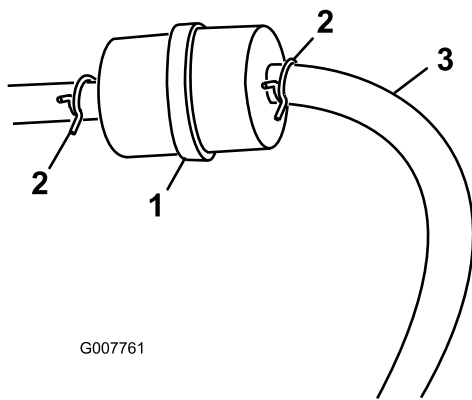

Figura 26
3. Apriete los extremos de las abrazaderas y deslícelas por el tubo alejándolas del filtro (Figura 26).
5. Instale un filtro nuevo y acerque las abrazaderas al filtro (Figura 26).
3. Afloje la abrazadera cerca del filtro de combustible y deslícela por el tubo, alejándola del filtro de combustible (Figura 26).
4. Desconecte el tubo de combustible del filtro de combustible (Figura 26).
**Nota:** Deje fluir el combustible a una lata u otro recipiente apropiado (Figura 26).
5. Instale el tubo de combustible en el filtro de combustible. Acerque la abrazadera al filtro de combustible para fijar el tubo de combustible (Figura 26).